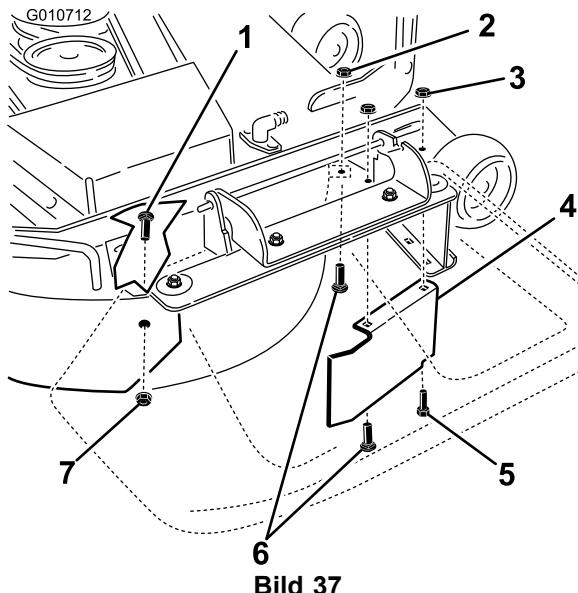

Bild 37
9. Entfernen Sie die Schlossschraube (5/16 x 3/4") und die Sicherungsmutter (5/16") an der Rückwand des Mähwerks, mit denen das Ablenkblech am Mähwerk befestigt ist (Bild 37).
10. Ermitteln Sie den Ablenkblechschutz an der vorderen Kante der Seitauswurföffnung. Entfernen Sie die Befestigungen, mit denen der Ablenkblechschutz und das rechte Ablenkblech am Mähwerk befestigt sind, siehe Bild 37. Entfernen Sie den Ablenkblechschutz und bewahren Sie die Befestigungen auf.
13. Bringen Sie die Befestigungen an, die Sie vorher aus den vorderen Löchern in der Auswurfplatte und dem vorderen Loch am Mähwerk entfernt haben (Bild 37).